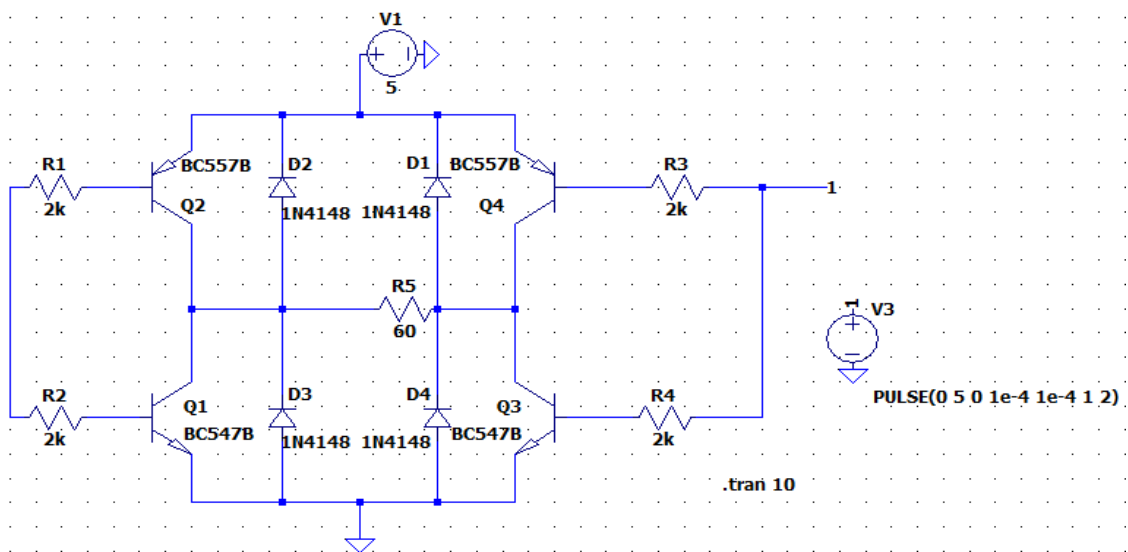

Рисунок 1 - Схема широтно-импульсного преобразователя
1) Соберите схему широтно-импульсного преобразователя (Рисунок 1): включите нагрузку (активную, активно-индуктивную) в диагональ транзисторного преобразователя.